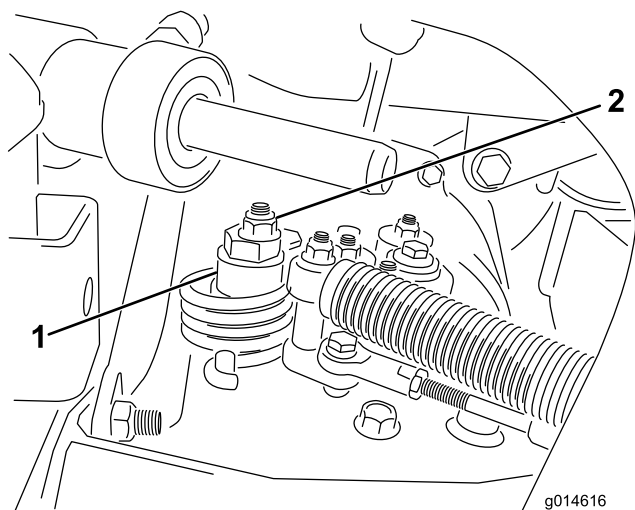

図 53
- A. 偏芯ナットをไฮドロスタット上部に止めているナットをゆるめる（図 53）。
- C. どちらにも車輪が回らないように偏芯ナットを回して調整する。調整ができたら固定ナットを締める（図 53）。スロットル SLOW および FAST 位置で調整が正しいことを確認する。